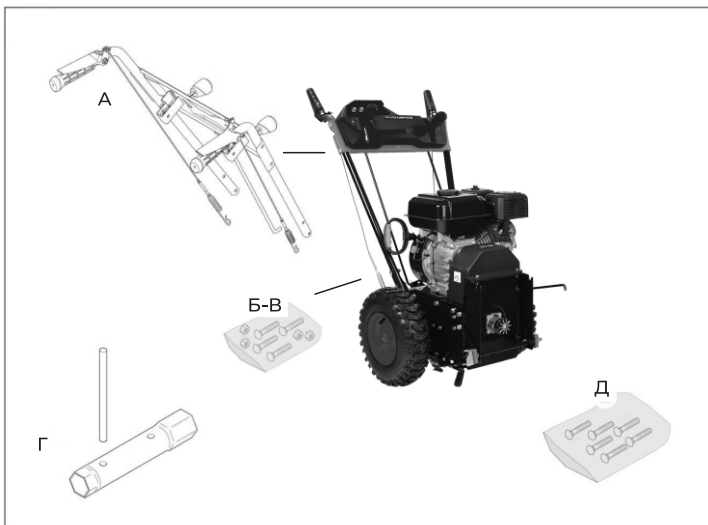

Рис. 2
3. КОМПЛЕКАЦИЯ (рис. 2):**ВНИМАНИЕ:**